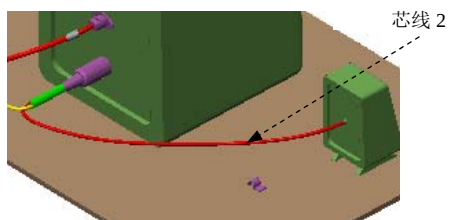
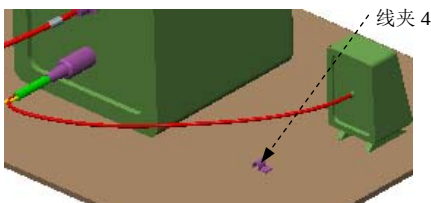
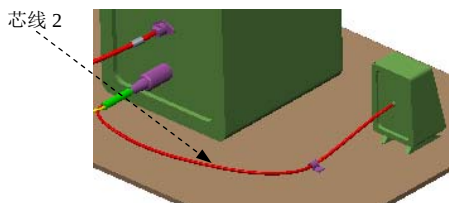

图 17.2.48 电缆芯线 2 的分段
图 17.2.51 选取位置参考
图 17.2.52 芯线 2 的位置
(3) 在“布线缆”对话框中单击 **应用** 按钮，此时在模型中显示电缆芯线 2 的分段部分，如图 17.2.48 所示。
(2) 定义芯线 2 的位置。在 **缆** 功能选项卡的 **位置** ▾ 区域中单击“位置”按钮，在模型中单击图 17.2.48 所示的芯线 2，选取图 17.2.51 所示的线夹 4 中的基准轴 A-1 为位置参考，在操控板中单击按钮，此时芯线 2 的位置如图 17.2.52 所示。